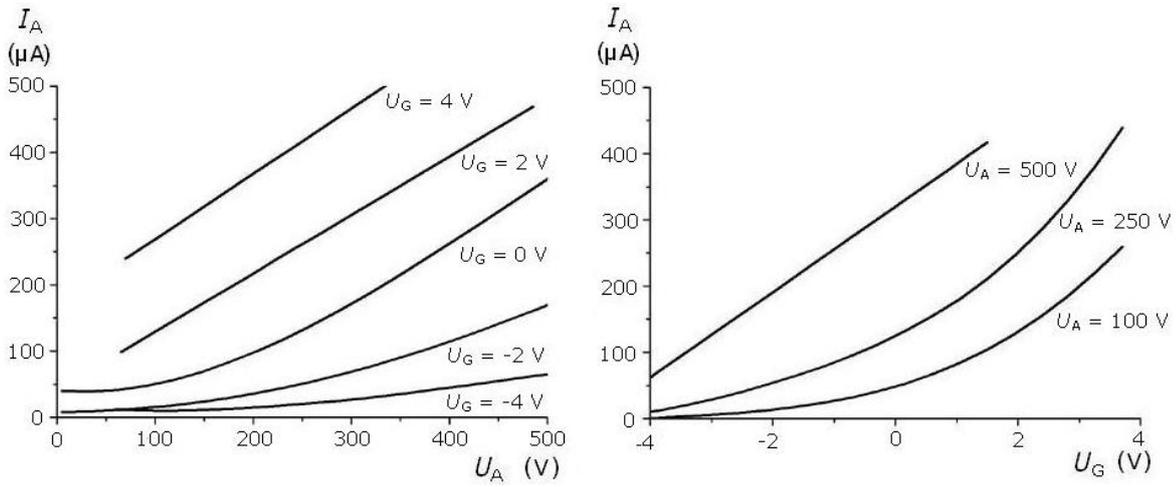

Fig. 2 Curvas características del triodo
- Características  $I_A - U_A$ : Para tensiones de rejilla constantes se determina la corriente de ánodo en dependencia con la tensión de ánodo y represente gráficamente los pares de valores (ver Fig. 2).
- Características  $I_A - U_G$ : Para tensiones de ánodo constantes determine la corriente de ánodo en dependencia con la tensión de rejilla y represente gráficamente los pares de valores (ver Fig. 2)